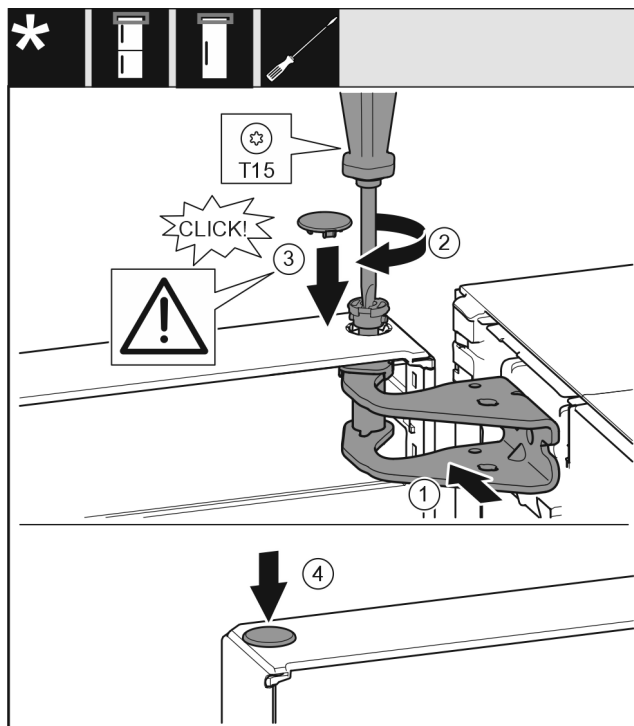

Fig. 19
- ▶ Dveře nahoře vyrovnejte s otvorem ve stojanu ložiska. Fig. 19 (1)
- ▶ Vložte čep a pevně jej utáhněte šroubovákem T15. Fig. 19 (2)
- ▶ K zajištění dveří namontujte bezpečnostní kryt: Bezpečnostní kryt nasadte a zkontrolujte, zda přiléhá na dveře. V opačném případě čep zcela zasuňte. Fig. 19 (3)
- ▶ Vložte zátku. Fig. 19 (4)